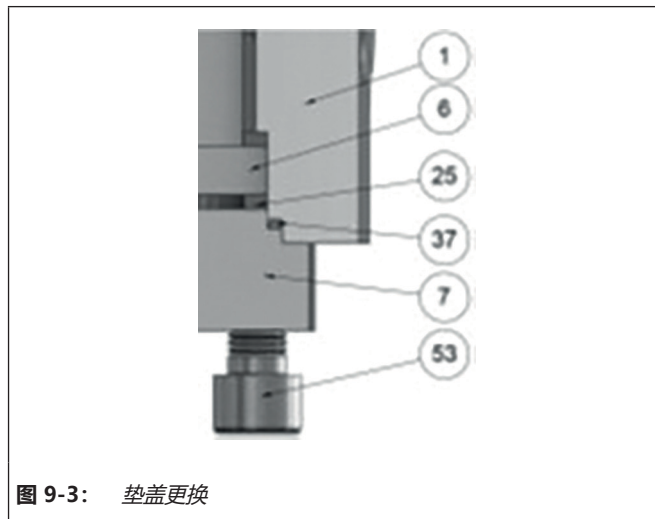

图 9-3: 垫盖更换
- ⇒ 松开并卸下螺钉 (53)，请参见图 9.3。
- ⇒ 拆卸阀盖 (7) 并卸下旧套封 (37)。在拆卸期间，确保止推环 (25) 未掉落。
- ⇒ 在新垫盖 (37) 和止推环 (25) 上涂抹一薄层获批准润滑剂，并将其定位在阀盖 (7) 上进行安装。
- ⇒ 首先用轻微的手动力顺时针拧紧螺钉 (53)。然后用指定拧紧扭矩拧紧螺钉，请参见第 15.1.1 章 “拧紧扭矩”。